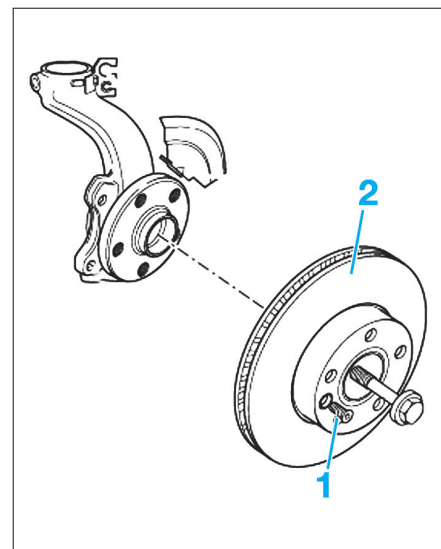

Fig. 14
- les vis de fixation (1) du disque (2) (Fig.14),
- le disque de frein (2).